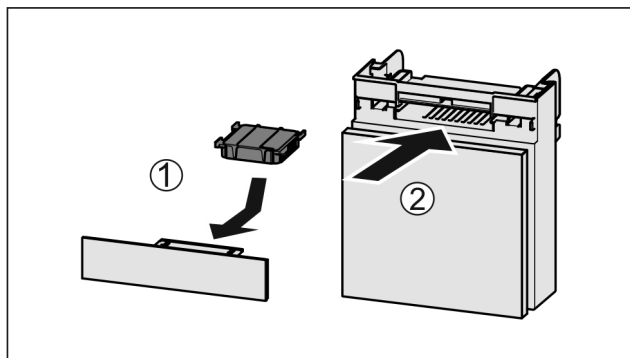

Fig. 37
- ▶ Inserire il vano Fig. 37 (2).